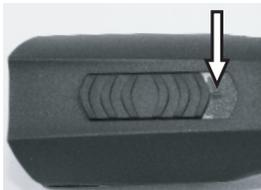

Abb. 4 Schiebeschalter in AUS-Position („0“)
1. Die Kontakte der Schermaschine (1) und des Akkus (2) auf Fremdkörper und Verschmutzung überprüfen.
2. Sicherstellen, dass der Schalter der Schermaschine in Position AUS („0“) steht (Abb. 4).
3. Akku (2) in die Schermaschine (3) einschieben, bis die Akkuverriegelung (1) beidseitig eingerastet ist.
4. Schermaschine mit eingesetztem Akku (1) oder Akku allein (2) von oben ohne Gewalt in die dafür vorgesehene Lademulde der Ladestation einsetzen.
6. Akku wird geladen. Während des Ladevorgangs leuchtet die Kontrolllampe (3) rot. Sobald der Akku min. 90 % geladen ist, wechselt die Kontrolllampe auf grün und die Ladestation schaltet auf „Erhaltungsladung“.
7. Das Ladegerät mit einer Hand festhalten und mit der anderen Hand die Schermaschine (1) oder den Akku (2) herausziehen.